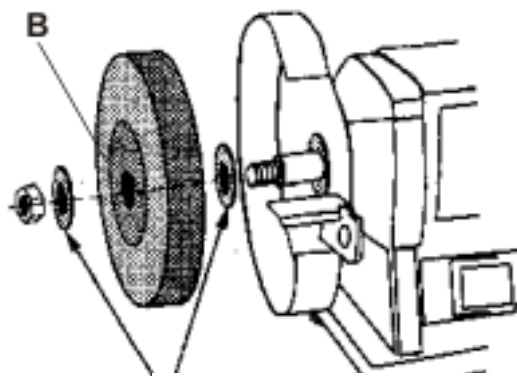

Рисунок 6.
8.3 Замена шлифовального круга (см. рис.6).